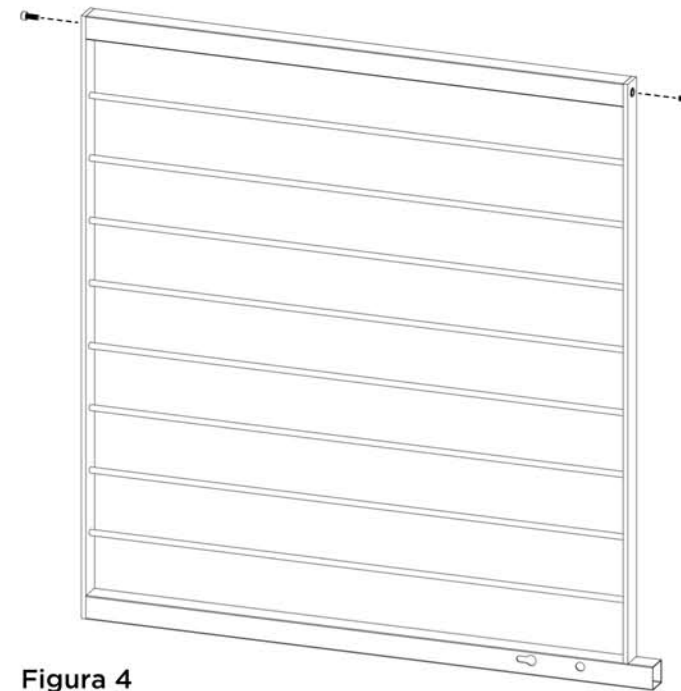

Figura 4
**Paso 4:** Montar los tornillos allen de cabeza cilíndrica (TOR0408) que hacen de cabezal de giro en la hoja de la puerta. Ver figura 4.